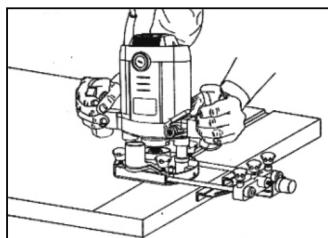

Fig. 3 – Fresando con la guía paralela
- a. Monte la guía paralela conforme muestra la fig.3;